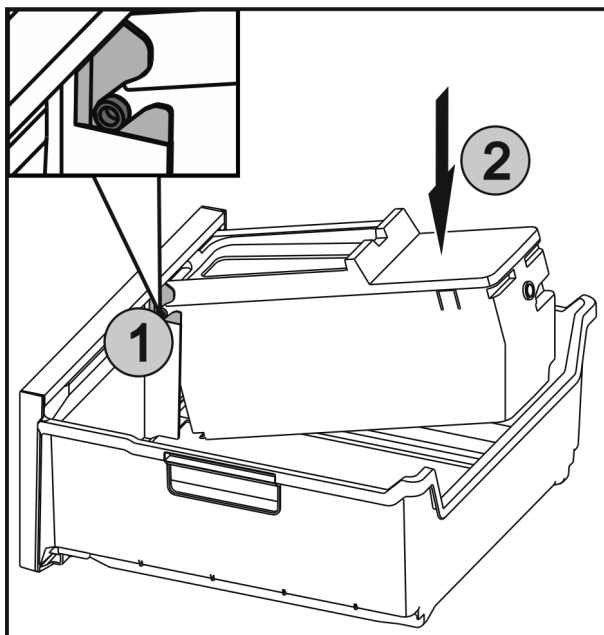

Fig. 42
- ▶ Die Achsen Fig. 42 (1) an EasyTwist-Ice in die Führungen einschieben und die hintere Seite Fig. 42 (2) bis die Lasche einrastet drücken.